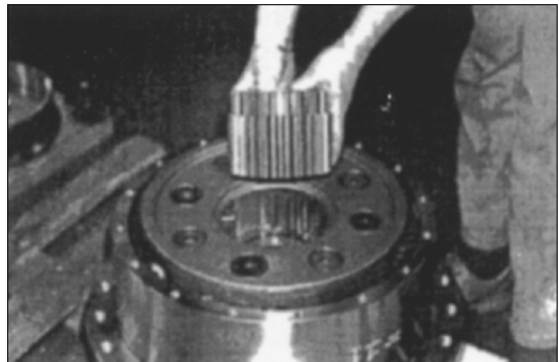

Рис. 84
22. Снимите третье центральное зубчатое колесо. Рис. 84.